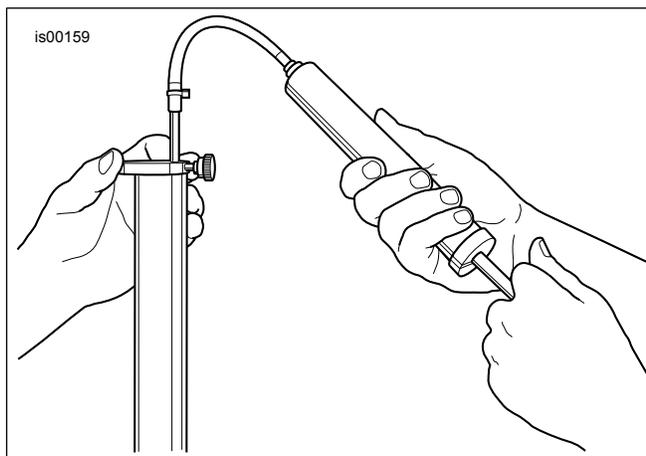

Figura 8. Rimozione dell'olio in eccesso della forcella (HD-59000B)
- a. Vedere la figura 8. Procurarsi il misuratore del livello dell'olio della forcella (HD-59000B).